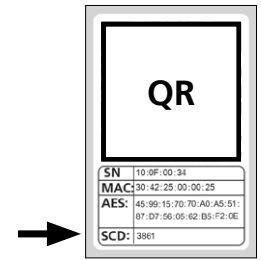

Abb. 8
- ! **Achtung:** Dem Set liegen zwei Aufkleber mit QR-Codes bei, für Zylinder und Tastatur. Den hier benötigten QR-Code für die Tastatur erkennen Sie an dem Sicherheitscode unten auf dem Aufkleber, gekennzeichnet mit der Bezeichnung „SCD“ (Abbildung „QR-Code Aufkleber Tastatur“ in Abb. 8).